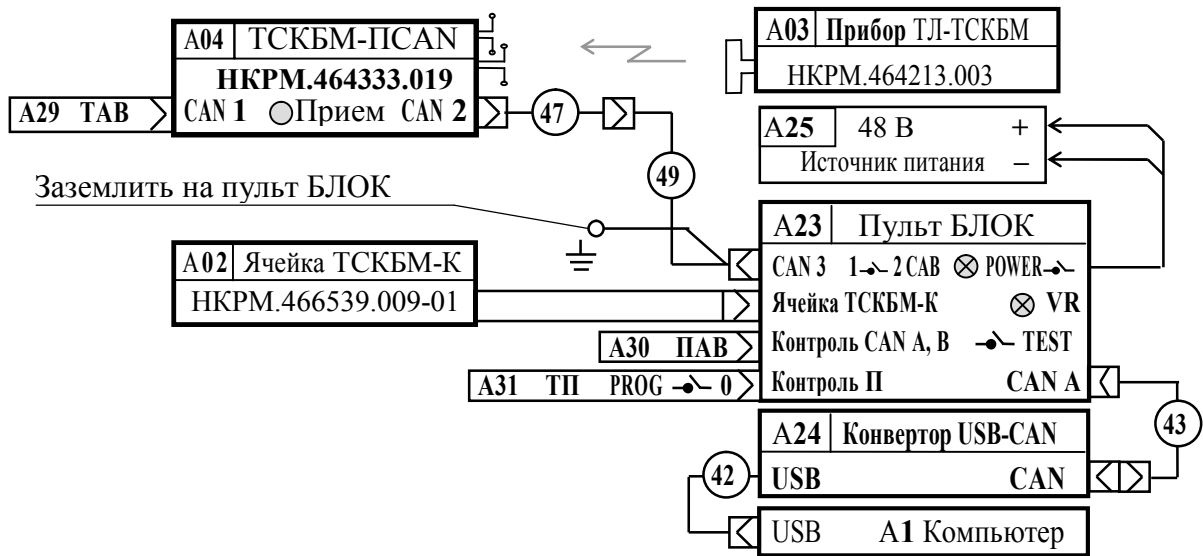

Рисунок 2.85 - Схема проверки функционирования прибора ТСКБМ-ПСАН НКРМ.464333.019
- 1) Проверка функционирования ячейки ТСКБМ-К и прибора ТСКБМ-ПСАН производится по схеме рисунок 2.85. При этом технологические заведомо исправные изделия по таблице 2.4.14.1а потребитель обеспечивает на месте из состава подсистемы ТСКБМ.